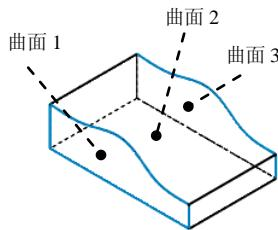

图 6.11.5 定义缝合对象
Step4. 定义缝合对象。选取图 6.11.5 所示的曲面 1、曲面 2 和曲面 3 (或在设计树上选择  曲面-拉伸1、 曲面填充1 和  曲面填充2) 为缝合对象。
(1) 选择剖面视图命令。选择下拉菜单 **视图(V)** → **显示(①)** → **剖面视图(V)**